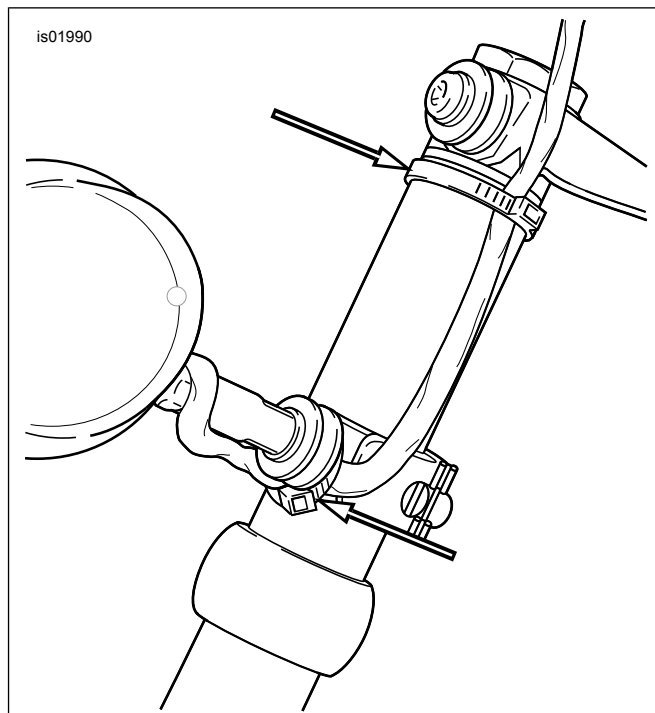

Abbildung 4. Kabelbinder und Verlegung von Blinkerkabeln
12. Siehe Abbildung 4. Windschutzscheibe entfernen, indem die parallel zur Mittelstrebe stehenden Kanten der Windschutzscheibe ergriffen und die Windschutzscheibe durch festes Ziehen von den oberen Buchsenrillen gelöst wird. Windschutzscheiben-Baugruppe von den unteren Buchsen heben. Bei entfernter Windschutzscheibe und unter Verwendung von Kabelbindern aus dem Satz, die Blinkerkabel sicher verlegen. Nachdem die Kabel befestigt sind, Freiraum des Blinkerkabels bei installierter Windschutzscheibe prüfen.